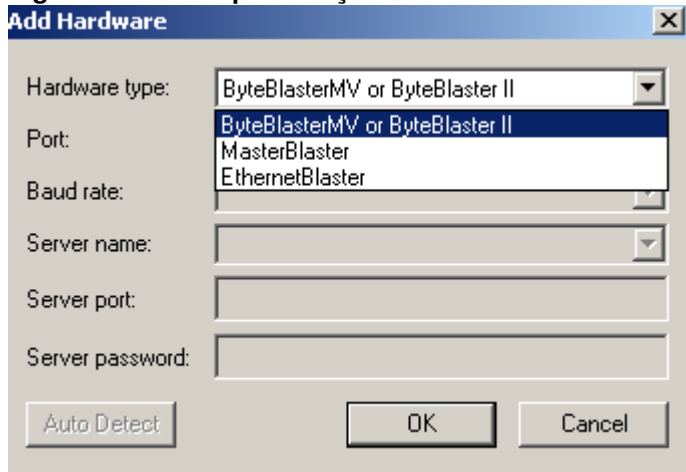

Figura 7.3 Lista de Hardware a ser inserido
2. Clicar no botão “**Add Hardware**” a caixa de diálogo do “**Add Hardware**” irá aparecer (Figura 7.3). Na lista “**Hardware type**” selecionar **ByteBlasterMV** ou **ByteBlaster II** ou **MasterBlaster** e se necessário selecionar a porta em “**Port**”.